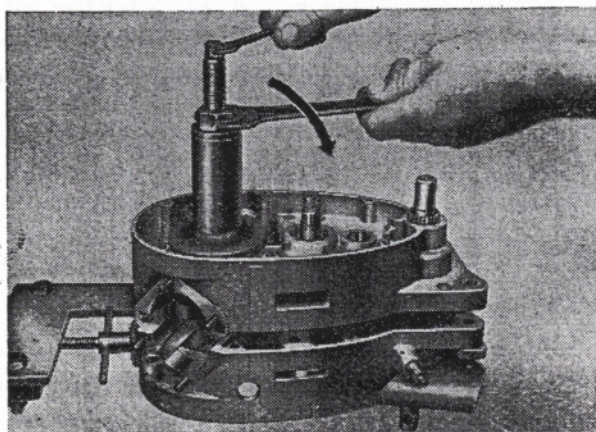

Abb. 48 Gehäuse zusammenziehen
7. Abdeckscheibe auf den rechten Kurbelzapfen schieben, rechte Gehäusehälfte mit eingesetztem Rillenkugellager aufsetzen und mit Einziehvorrichtung, wie Abb. 48 zeigt, aufziehen.